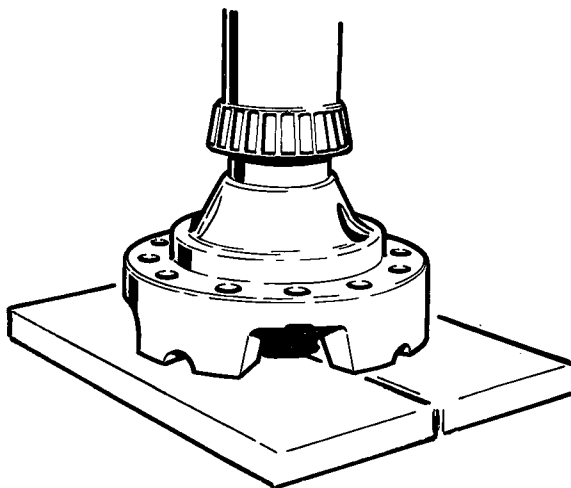

Fig. 20
- Pers de conussen van de rollagers (27 en 34) op de satellietenhuishelften (fig. 20).